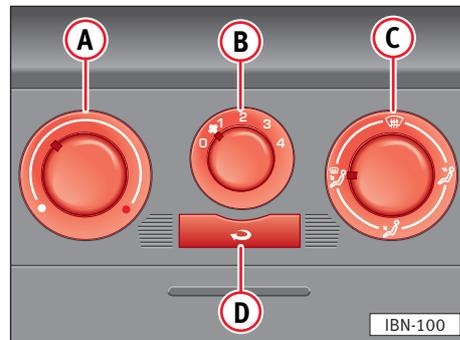

Fig. 87
• Girar el regulador giratorio **(C)** a la zona entre la distribución de aire  y  ⇒ fig. 87.